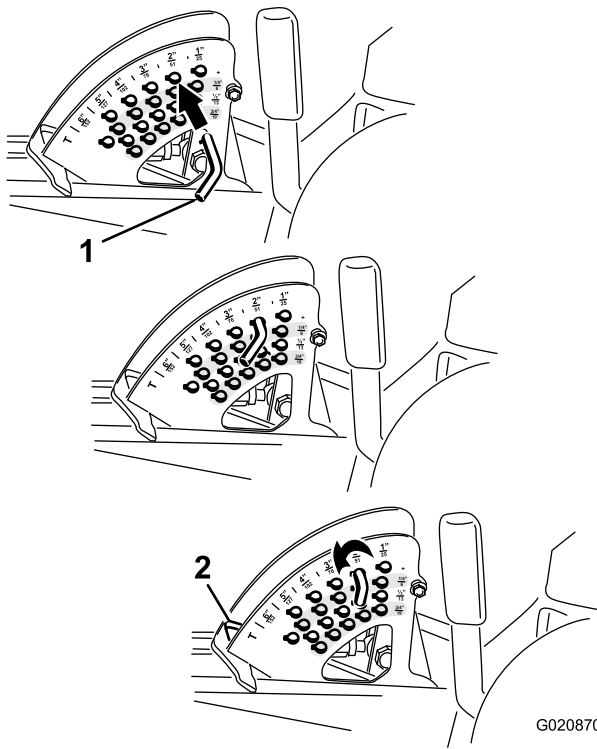

Figure 13
2. Tournez la goupille de butée jusqu'à ce que la goupille cylindrique située à l'intérieur soit en face des trous du support de hauteur de coupe et retirez-la (Figure 13).
3. Placez la goupille dans le trou du support correspondant à la hauteur de coupe voulue et tournez-la pour la verrouiller en place (Figure 13).
Remarque: Il y a 4 rangées de trous (Figure 13). La première rangée donne la hauteur de coupe indiquée au-dessus de la goupille. La deuxième rangée donne la hauteur indiquée plus 6 mm (0,25 po). La troisième rangée donne la hauteur indiquée plus 12 mm (0,5 po). La dernière rangée donne la hauteur indiquée plus 18 mm (0,75 po). Un seul trou, situé dans la deuxième rangée, correspond à la hauteur de 15,8 cm (6 po). Il n'ajoute pas 6 mm (0,25 po) à la hauteur de 15,8 cm (6 po).